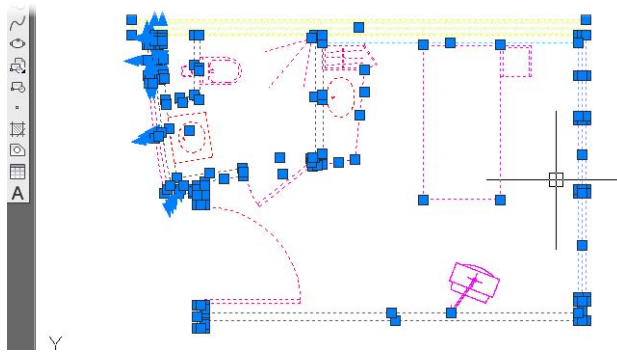

Figure 4.54
3. L'ensemble des objets du plan de la cellule devient ainsi un groupe. Cliquez sur un objet et c'est l'ensemble du groupe qui devient actif (voir Figure 4.54).